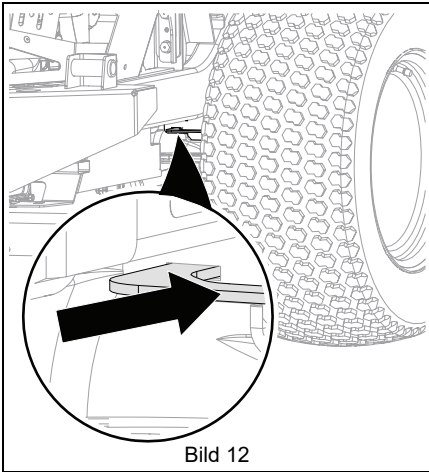

Bild 12
5. Ställ tillbaka transmissionsaxelshuntpakarna i arbetsläget. Se Bild 12.